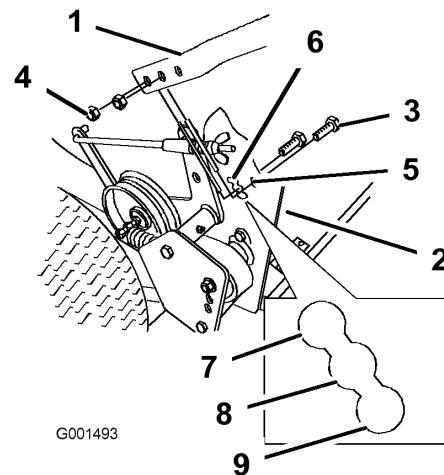

Figura 18
2. Afloje los pernos superiores y la tuerca con arandela prensada (3/8 x 1-1/4 pulgada) que sujetan el manillar al bastidor trasero (Figura 18).
3. Retire los pernos con arandela prensada inferiores (3/8 x 1 pulgada) y las tuercas con arandela prensada que sujetan el manillar al bastidor trasero (Figura 18).